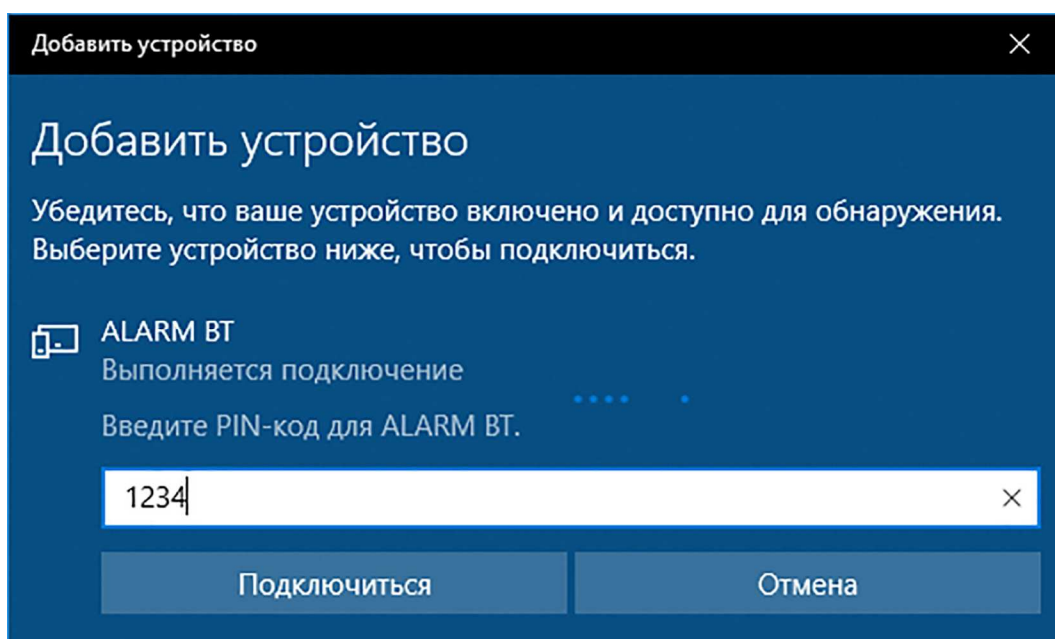

Рисунок 4
3) Выбрать устройство ALARM BT и ввести PIN код «1234» (рисунок 4) и нажать кнопку «Подключиться».